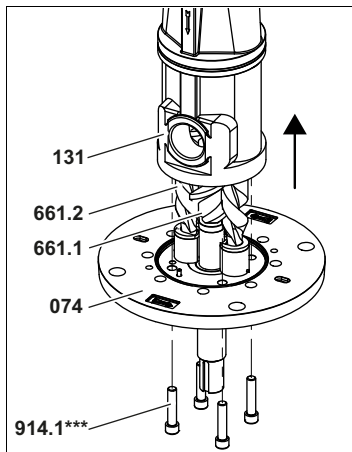

Fig. 20
3. Desserrer les vis cylindriques **914.1***** sur le couvercle à bride **074** et retirer le boîtier de pompe **131** du couvercle à bride en maintenant à la main la vis principale **661.1** et les vis annexes **661.2**, voir Fig. 20, page 37.